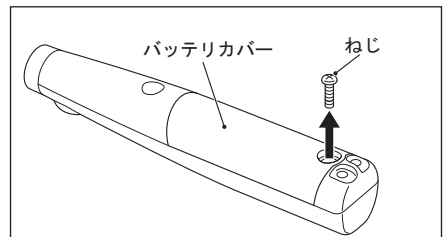

図 10
- 3) バッテリーカバーを留めているねじをプラスドライバで取り外します。(図 10)